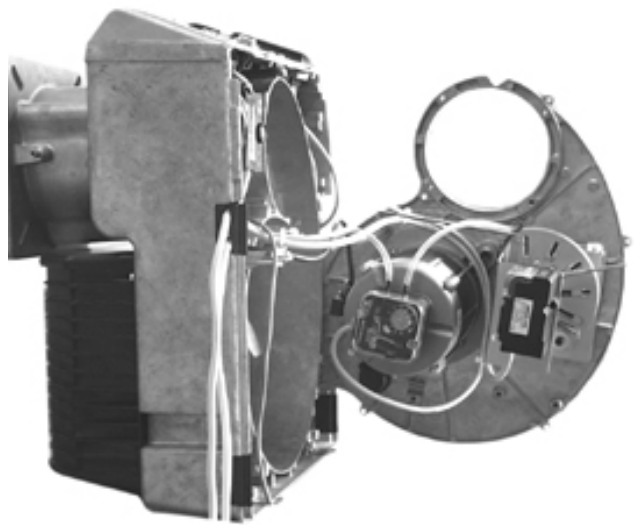

Fig. 28
- Agganciare la piastra componenti come mostrato in Fig. 28.
- Rimontare la testa di combustione e fissare le 4 viti V1 - V4 (Fig. 28).